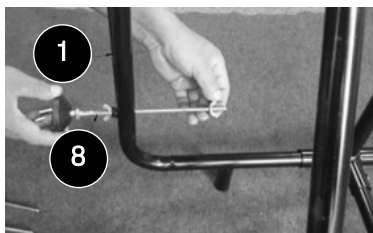

fig. 6
6. Vissez les stabilisateurs caoutchoutés latéraux réglables (n° 8) dans les tubes en U (n° 1). Consultez la fig. 6.